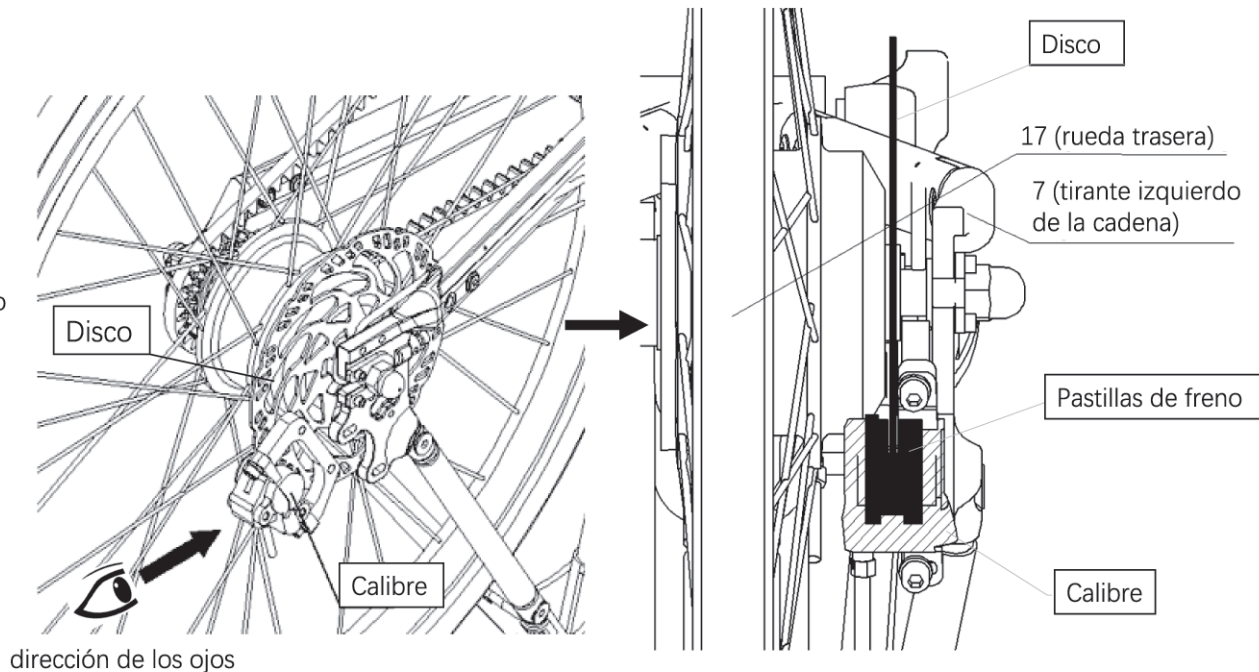

Figura 39.
c. Colocar la motocicleta de forma que la vea desde atrás y coloque la pinza de forma que el disco se sitúe entre las dos pastillas de freno de la pinza, como se muestra en la Figura 39.